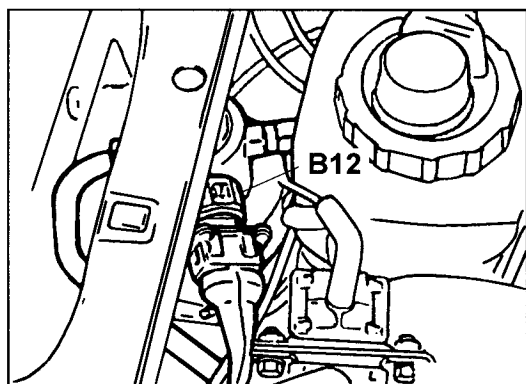

图 9-3-4 制冷剂压力传感器(B12)
① 在制冷剂严重不足或系统排空的情况下,制冷剂压力传感器(B12,见图 9-3-4)及空调电脑(N22)会断开压缩机的电源。如系统压力上升到“切断压力”以上 60kPa 时,电源将重新接通。
② 如压缩机不能断开,按上述步骤(4)检查制冷剂液位是否正常。如液位正常,压缩机还是不能断开,则检查压缩机的切断电路。